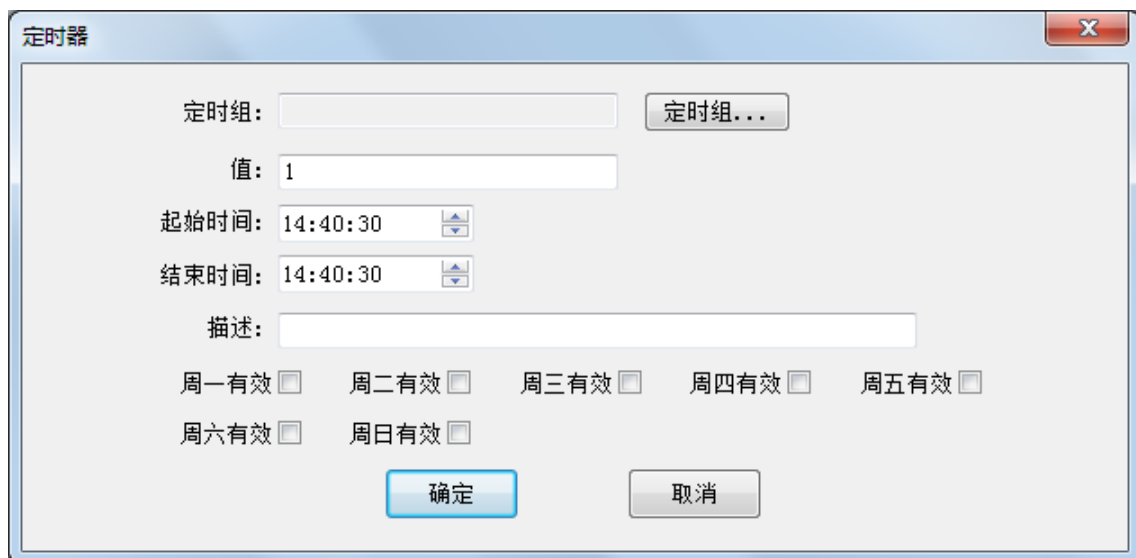

图 4-15-7 “定时器”编辑对话框
- 5) **周一~周日有效**：可单选或多选，勾选之后，定时器仅在勾选的时间执行。配置 20:00:00 到 20:01:00 一分钟之内置 0。具体配置如图 4-15-7 所示。